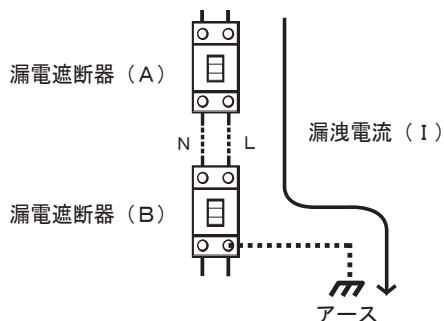

図 10-8
アースに電流を流した場合、テストする漏電遮断器（B）の電源側に設置されている別の漏電遮断器（A）にも漏洩電流が流れるため、漏電遮断器（A）も動作してしまう可能性があります（図10-8）。
- アースに試験電流を流し試験する場合は、他の漏電遮断器（図10-8参照）が動作し、接続されている機器に損傷を与え、事故につながる危険がありますので充分ご注意ください。